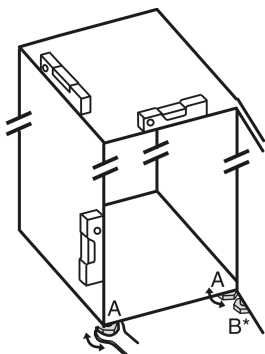

Fig. 27
- Išsukite reguliavimo kojeles Fig. 27 (A) pridedamu veržliarakčiu ir naudodami gulsčiuką, kol prietaisas stovės tvirtai ir lygiai.
- Išsukite reguliavimo kojėlę Fig. 27 (B) atraminėje gembėje, naudodami pridedamą veržliaraktį, kol ji priglus prie žemės.
- Kad nepažeistumėte durų, reguliavimo kojėlę Fig. 27 (B) pasukite toliau maks. 90°.